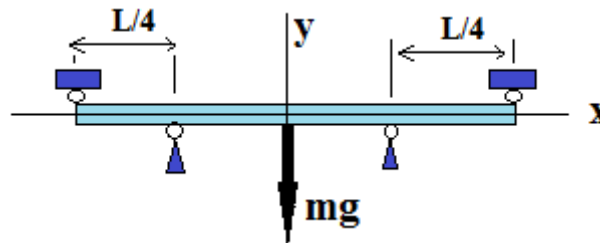

Рис.1
5. К середине стальной $E = 2,2 \cdot 10^{11} \text{ (Н/м}^2\text{)}$ балки, шарнирно опёртой на упоры (Рис.1), подвешен груз массой m . Сечением балки является прямоугольник $a \times h$, где h – размер сечения в направлении оси y .